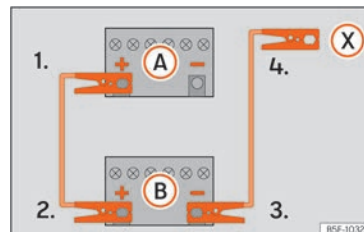

Fig. 44 Esquema de conexión para vehículos sin sistema Start Stop.
» fig. 44.
3. Emborne el otro extremo del cable rojo de emergencia al polo positivo (+) del vehículo que suministra la corriente (B).
- 4a. En los vehículos sin sistema Start-Stop: emborne un extremo del cable negro de emergencia al polo negativo (-) del vehículo que suministra la corriente (B) » fig. 44.